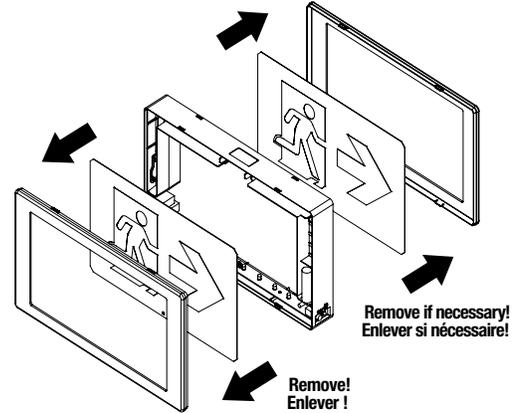

Fig. 1
3. If a double face is required, remove the backplate and install the second faceplate. (Fig. 1)
6. Mount the canopy into place on the junction box, using the four (4) screws and the Universal spider adaptor plate.
2. Retirer le couvercle avant et le panneau du pictogramme à l'aide d'un tournevis plat (Fig. 1).
6. Monter l'unité de façon sécuritaire en place sur la boîte de jonction en utilisant les quatre (4) vis et la plaque d'adaptation à débouchures universelles.
7. Glisser le pictogramme approprié "RUNNING MAN" dans le cadre de l'enseigne (Fig. 1) en choisissant la bonne orientation et le clipser ensemble avec le boîtier de l'unité.
1. Enlever le bouchon supérieur de système de fixation pour le pavillon de recouvrement (voir Fig. 1).
3. Si une deuxième face est requise, retirer la plaque arrière et installer la deuxième plaque frontale (Fig. 1).
6. Monter le pavillon de recouvrement en place sur boîte de jonction dans le plafond en utilisant les quatre (4) vis et la plaque d'adaptation à débouchures universelles.